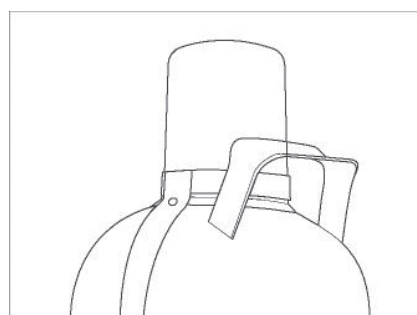

Bild 37 Gasflasche im Fahrbetrieb (Abb. ähnlich)
- Schutzhaube auf die Gasflasche setzen (Bild 37).